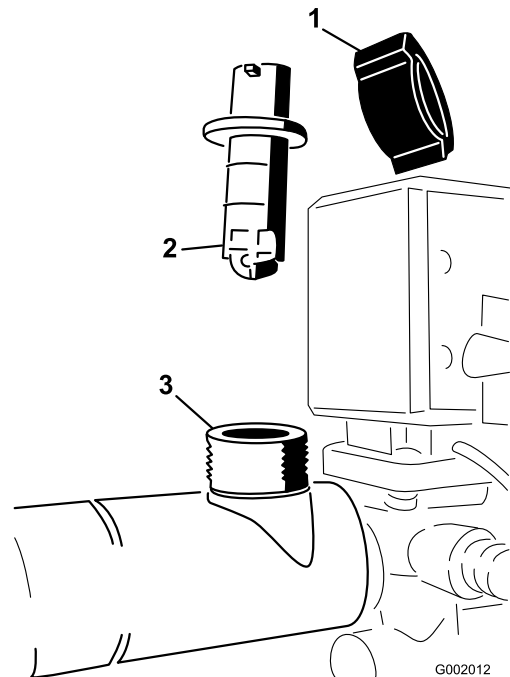

図 76
2. フローメータのボディーについているリテーナ・キャップを取る(図 76)。